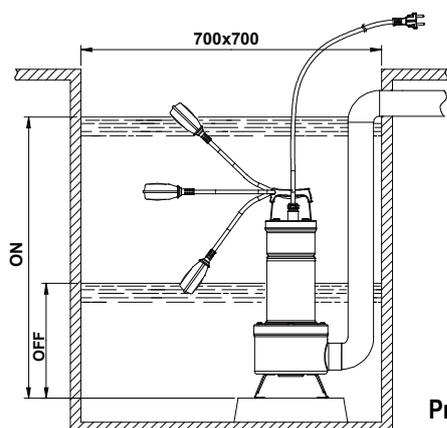

Рис.1
- 4.1 В случае, если на дне колодца, в котором должен работать насос, имеется много ила, необходимо предусмотреть стойку для установки насоса во избежание засорения решетки всасывания (Рис.1).
- 4.4 Для моделей, оснащенных поплавковым выключателем, необходимо проверить, чтобы он не был заблокирован (СМОТРЕТЬ ПАРАГРАФ РЕГУЛЯЦИЯ ПОПЛАВКОВОГО ВЫКЛЮЧАТЕЛЯ). Предусмотреть минимальные размеры колодцев, как указано на Рис.1. Необходимо всегда рассчитывать размеры колодца также соответственно имеющемуся объему воды и расходу насоса таким образом, чтобы не подвергать двигатель чрезмерно частым запускам.